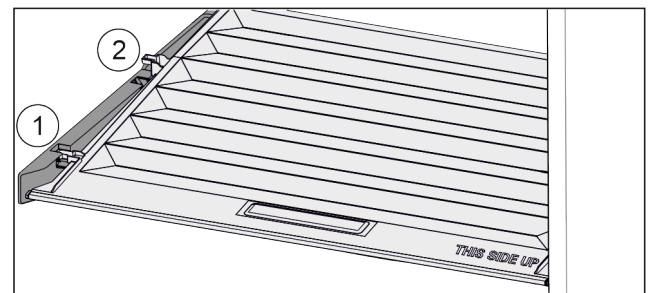

Fig. 81
- ▶ Deslice la tapa hacia delante hasta la abertura de las piezas de sujeción Fig. 81 (1).
- ▶ Levántela por detrás desde abajo y retírela tirando hacia arriba Fig. 81 (2).